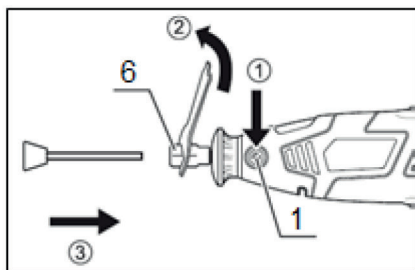

Рис.3
1. Удерживая нажатой кнопку блокировки шпинделя (1) ослабьте против часовой стрелки ключом гайку цанги (6) (рис. 3).